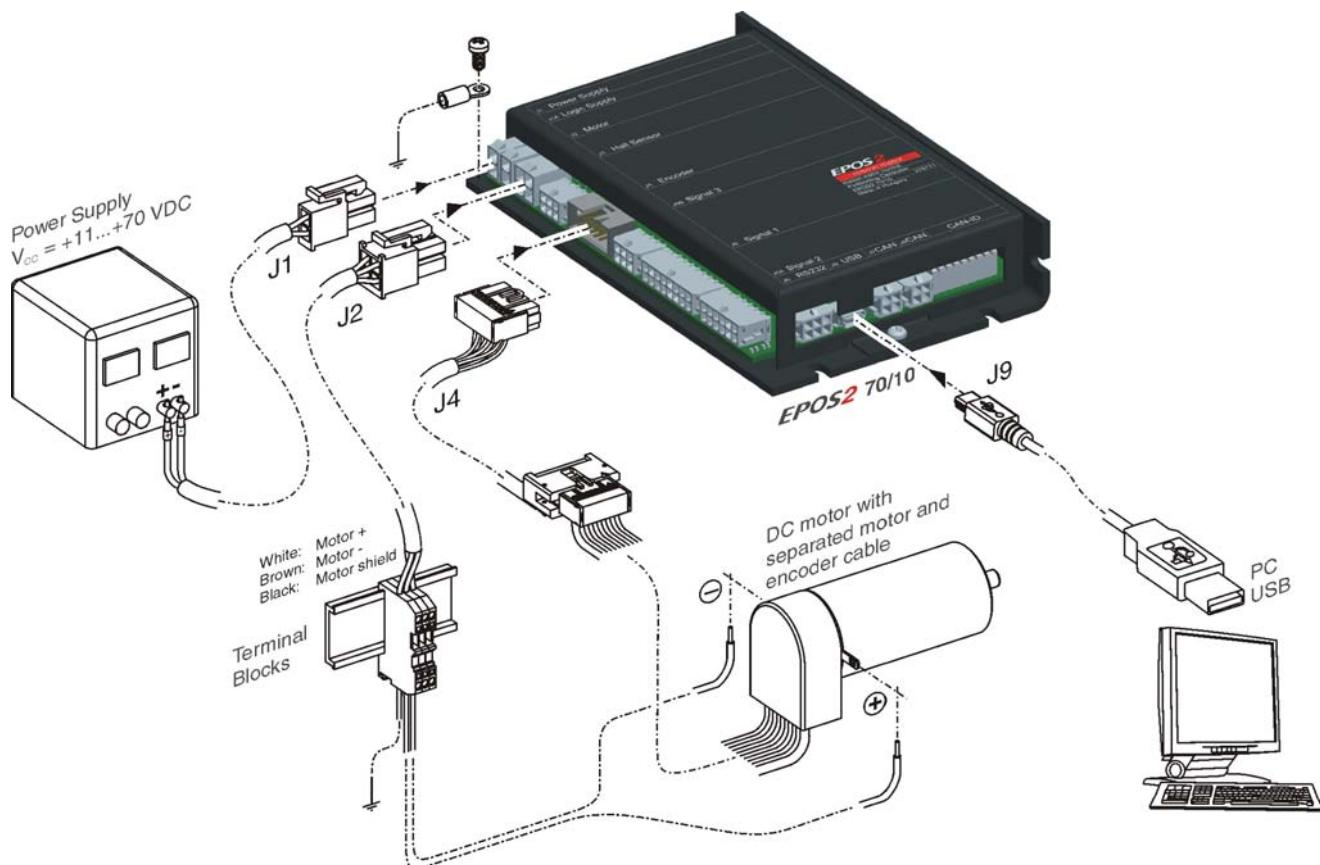

図 3-3 最小限の配線 : maxon DC motor
- 2) 下表および下図をご参考に配線作業を行って下さい。(→表 3-6 および図 3-3)。